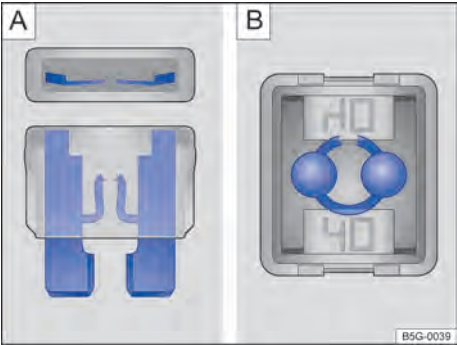

Fig. 243 Fusível queimado: A) fusível plano, B) fusível de bloqueio.
- Um *fusível plano* (ATO®, MINI®) queimado é reconhecido de cima ou de lado pela carcaça transparente nas faixas metálicas derretidas → Fig. 243 A.
- Um *fusível de bloqueio* (JCASE®) queimado é reconhecido pelas faixas metálicas derretidas por cima da carcaça transparente → Fig. 243 B.